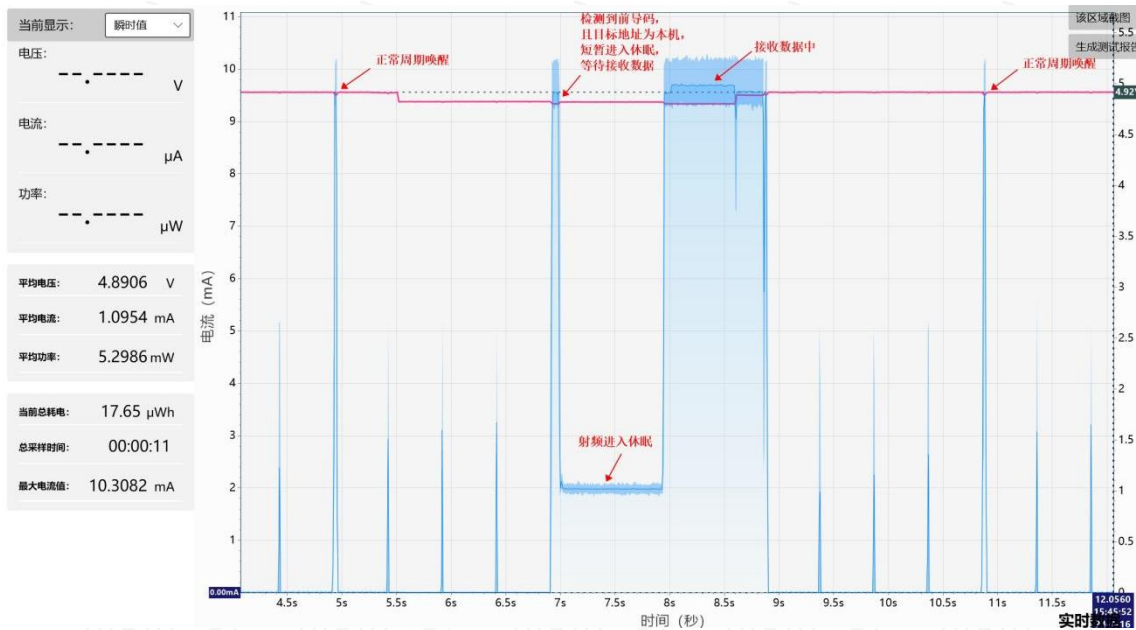
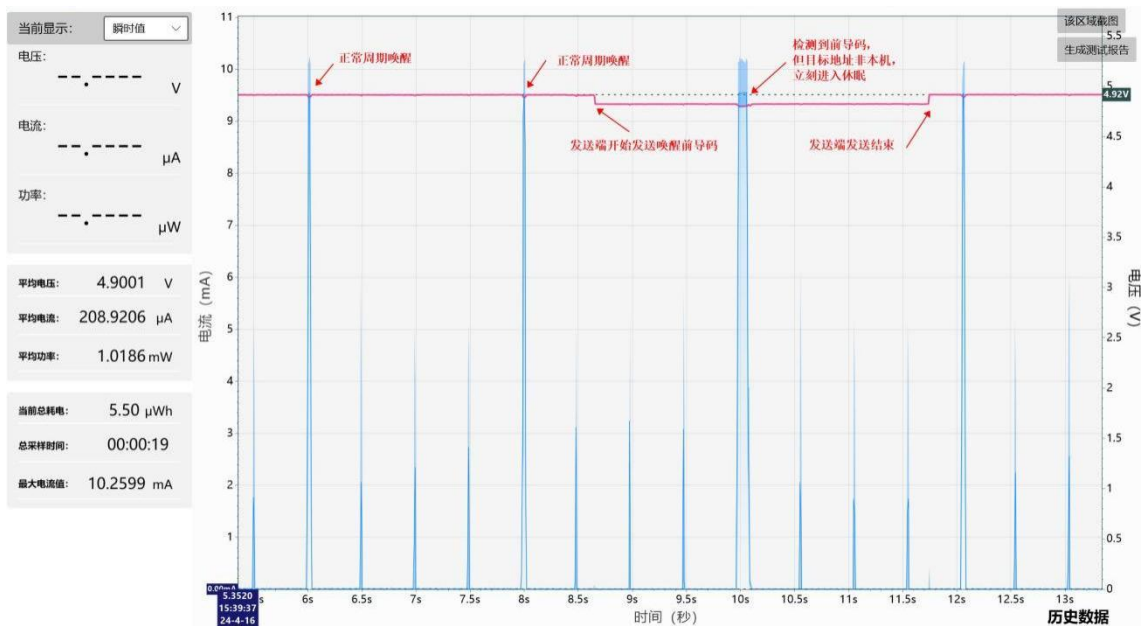

图 1 目标设备电流消耗图
图 2 非目标设备电流消耗图
- E290-xxxTxxS 支持单点唤醒功能，能单独唤醒某一模块，而不会唤醒所有模块。接收设备当为目标设备时其电流消耗图如下图 1 所示，其余非目标设置则会重新进入休眠状态如图 2 所示。